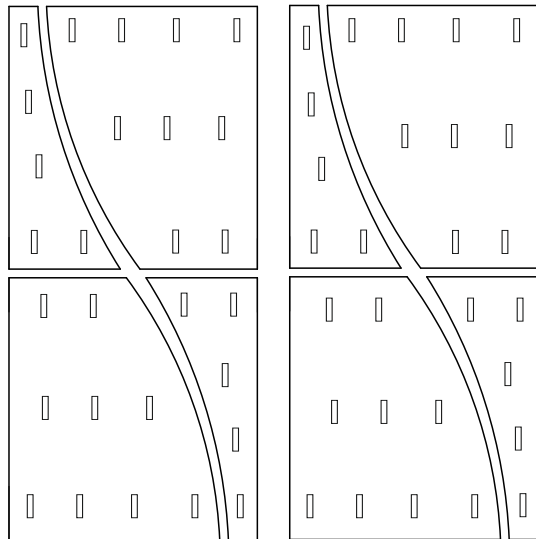

Рис.11
13. Далее следует удалить защитные материалы с зеркал, перевернуть их тыльной стороной вверх и уложить на ровную тканевую поверхность. Протереть пыль (желательно обезжирить поверхность спиртосодержащей жидкостью) и наклеить 2-х сторонний скотч из комплекта фурнитуры согласно рис.11.